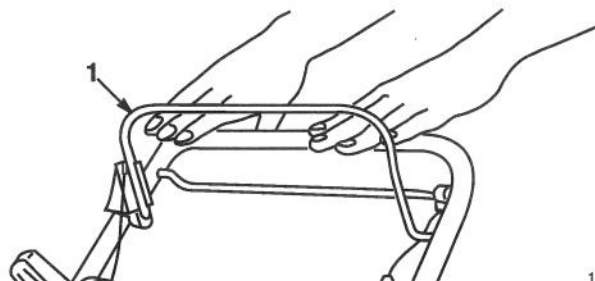

Figure 14
2. Relâcher la barre de commande de la lame (Fig. 14). Le moteur et la lame s'arrêteront. Dans le cas contraire, consulter immédiatement votre concessionnaire.